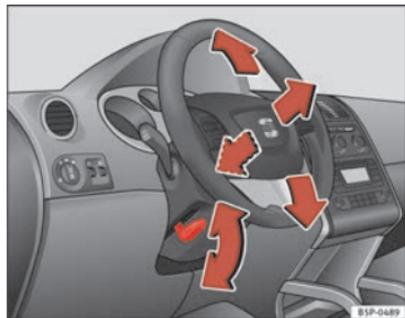

Fig. 136 Regulação da posição do volante
- Puxe para baixo a alavanca ⇒ fig. 136 situada por baixo da coluna da direcção ⇒ ⚠.